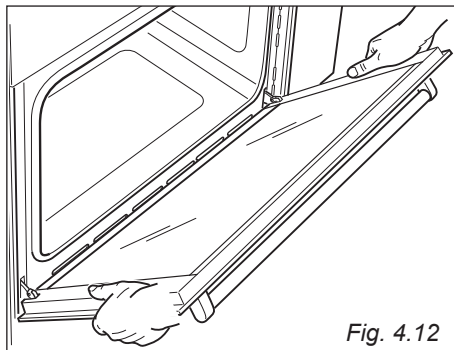

Fig. 4.12
- Impugnare la porta come illustrato in fig. 4.12.